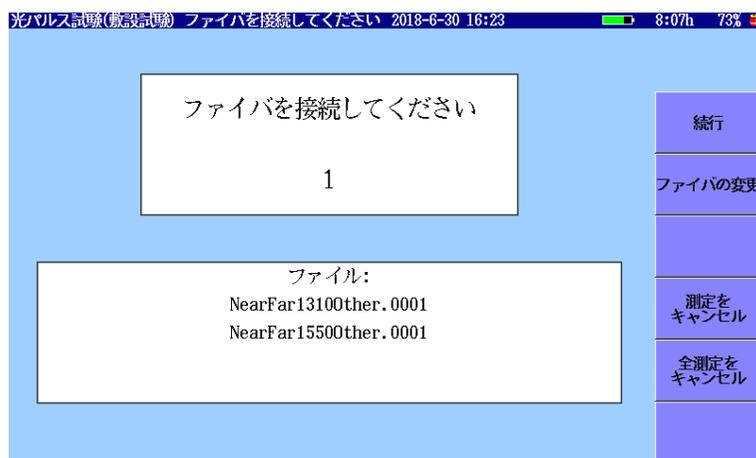

図 6.4-1 ファイバの接続画面
「図 6.4-1 ファイバの接続画面」で [続行] をタッチすると、アクセスマスタは、ファイバの試験を開始します。
6. ソフトキーの [続行] をタッチします。「図 6.4-1 ファイバの接続画面」が表示されます。